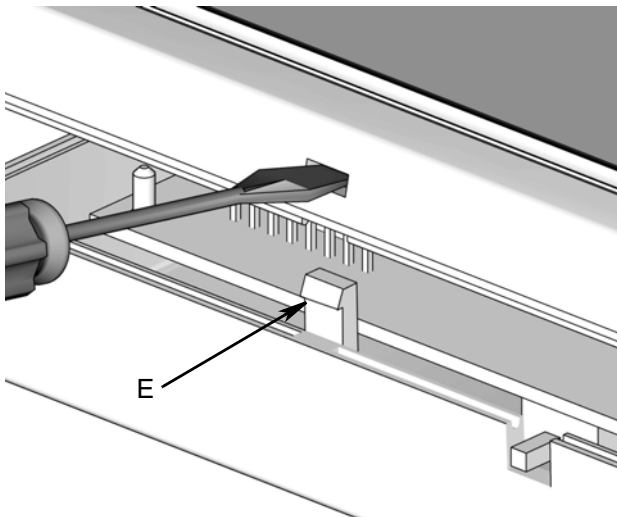

FIG. 11
1. Retire la cubierta superior de la caja del transceptor con un destornillador plano para presionar la pinza (E) a cada lado de la tapa como se muestra en FIG. 11.